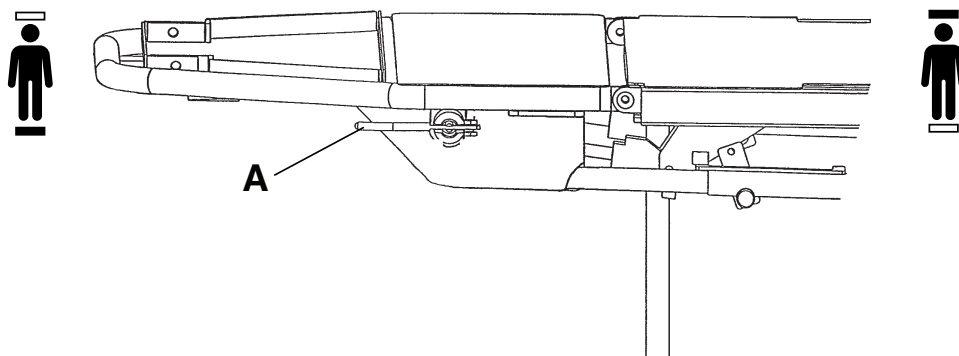

Figura 6 – Posizionamento della maniglia rossa in modalità (sedia) dipendente
Per mettere la sezione piedi in modalità (sedia) dependente, ruotare la maniglia rossa (A) situata a entrambi i lati della sezione piedi, verso il lato testa del prodotto (Figura 6).
Per mettere la sezione piedi in modalità indipendente, ruotare la maniglia rossa (A), situata a entrambi i lati della sezione piedi, verso il lato piedi del prodotto (Figura 6).